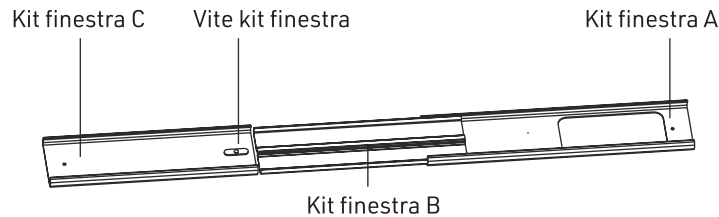

Fig. 5
- 6.) Come illustrato in fig. 5, inserire l'elemento C nell'elemento B dal lato (la testa della vite ad alette deve entrare nella fessura dell'elemento B) e regolare le due parti unite alla lunghezza necessaria;